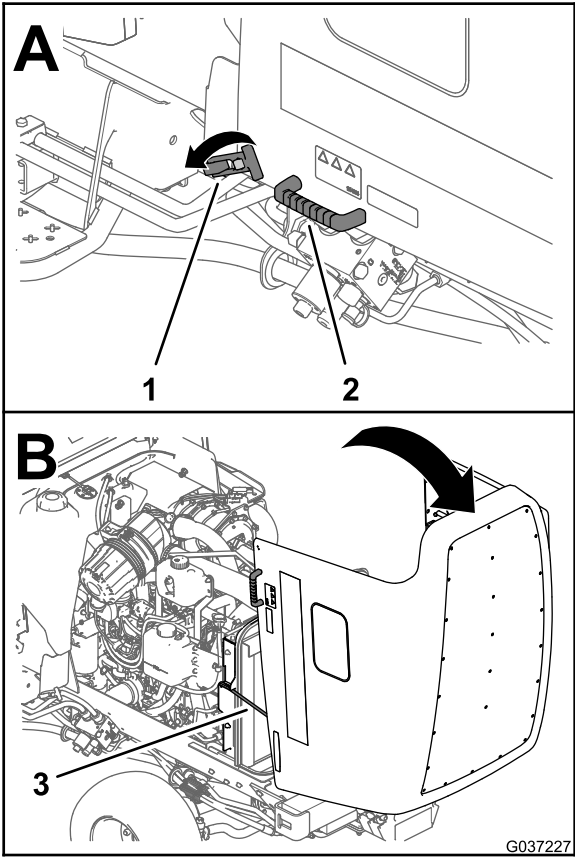

Figura 75
3. Usando los tiradores situados junto a los cierres, levante el capó y muévalo hacia atrás hasta que las 2 varillas queden enganchadas en los soportes (Figura 75).